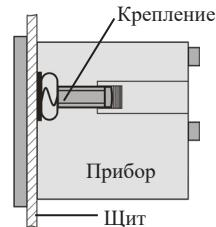

Рис. 2 – Установка прибора
- Закрепите прибор в щите с помощью двух креплений (входят в комплектацию прибора) таким образом, чтобы щит оказался между передней панелью и креплением (рис. 2).